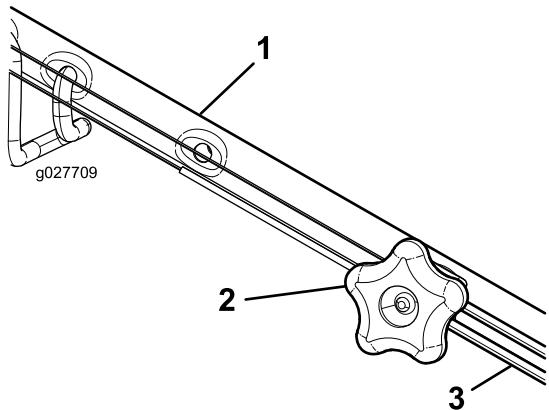

Bild 39
1. Drehen Sie das Handrad nach links, um die Zugeinstellung zu lösen (Bild 39).
2. Stellen Sie die Spannung des Zugs (Bild 39) ein, indem Sie ihn zurückziehen oder nach vorne drücken und dann in dieser Stellung arretieren.